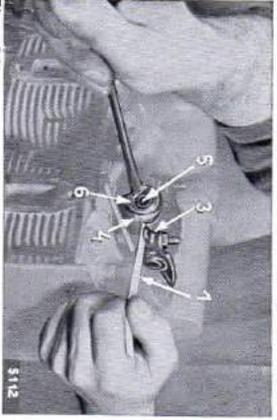

Fig. 28
Faire cette vérification **toutes les 120 heures de marche**, dans chaque élément, après avoir dévissé les bouchons (1) – Figure 28 –. Il est souvent prévu des garnitures de contrôle (2) jusqu'au fond desquelles l'électrolyte doit arriver. Sinon se servir d'une baguette en bois (3), l'introduire jusqu'à la surface supérieure des plaques en plomb; cette baguette doit être mouillée sur une hauteur de 10 à 15 mm.
Cette vérification s'effectue d'une manière identique à celle de la vérification du jeu aux soupapes au moyen d'une jauge d'épaisseur (1) de la figure 28/ a de 0,5 mm.